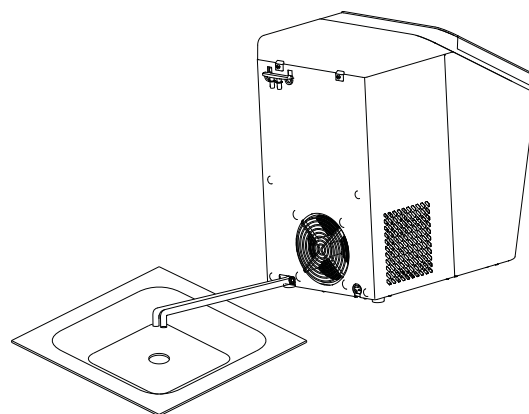

Figure 4
4. Ensuite, inclinez les tuyaux pour vidanger dans un évier ou un seau placé en dessous du niveau de la machine à glaçons. Voyez la Figure 4.